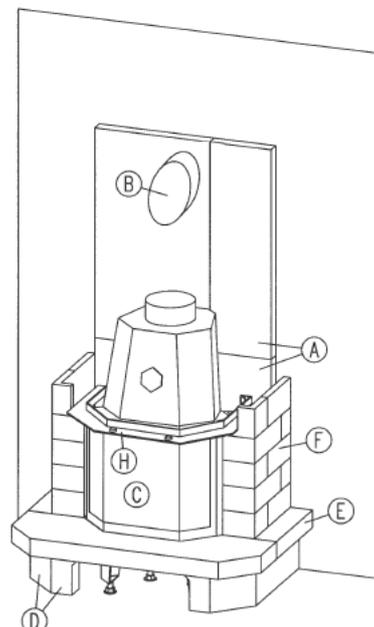

Abb. 6
- 8.3 Zeichnen sie die Bohrlöcher und die Umrisse der Halteplatten des Auflagerrahmens an der Wand auf. (Abb. 6)